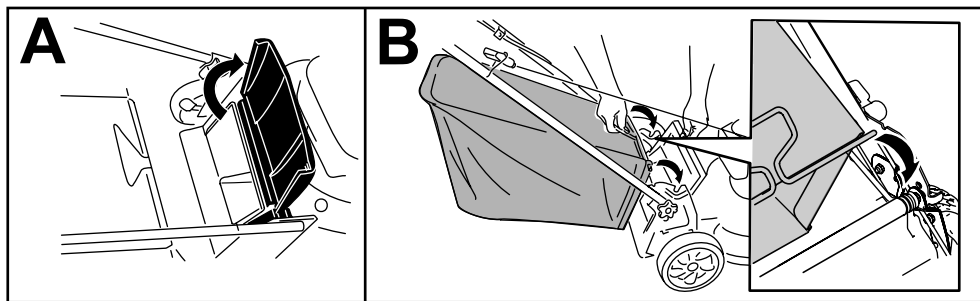

Figura 22
1. Levante y sujete el deflector trasero (Figura 22, A).
2. Instale la bolsa de recogida, asegurándose de que los pasadores de la bolsa descansan en las muescas del manillar (Figura 22, B).